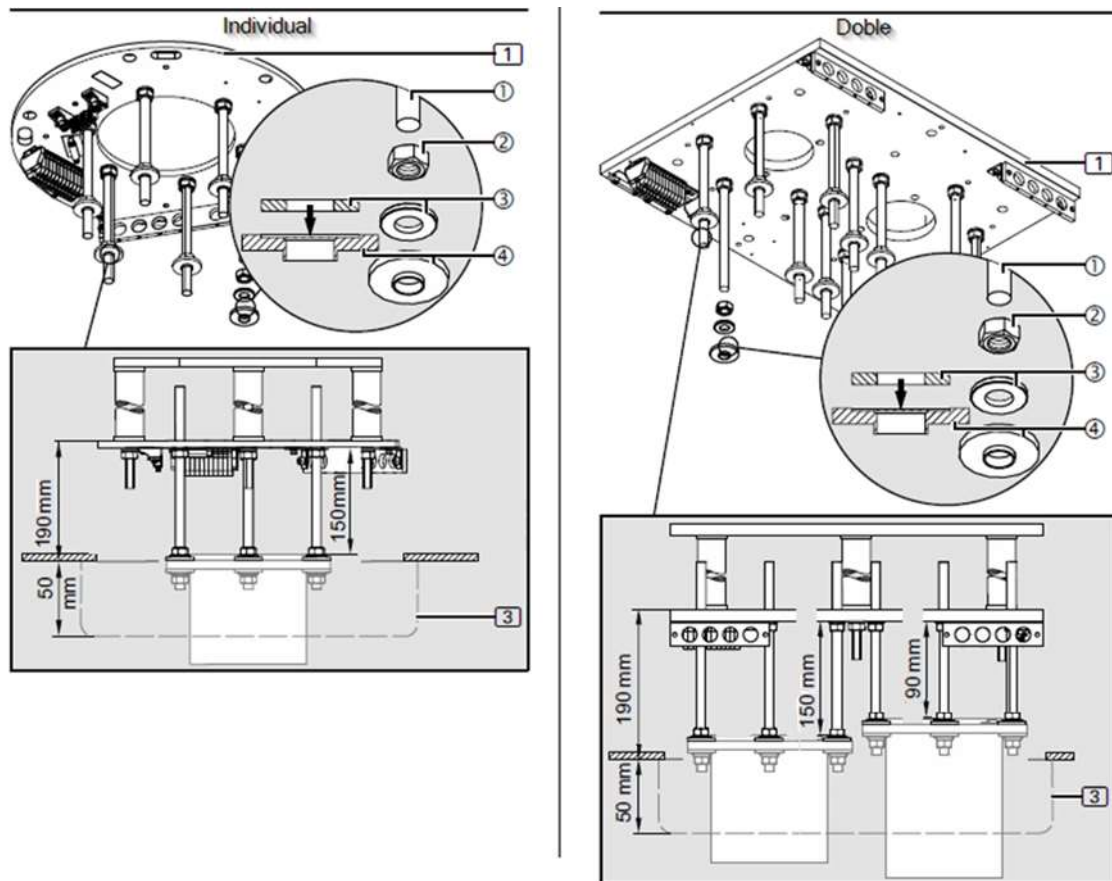

Fig. 12 Montage van de bovenste isolaties op de schroefbouten met vals plafond
- Draai 1 zeskantmoer M16 ② op elk van de schroefbouts 6/12 M16 x 315 mm ③ en plaats vervolgens 1 veerring ① op elk.
- Alle M16 x 315 mm draadbouts ③ moeten volledig in de interfaceplaat 1 worden geschroefd.
De schroefbouts M16 x 315 mm ③ moeten 220 mm uit de interfaceplaat (1) steken in de enkele versie en 160 mm in de dubbele versie, zoals aangegeven in afbeelding 12.
- Controleer of de ingekorte schroefbouts M16 ③ op de juiste afstand van elkaar zijn bevestigd en volledig in de interfaceplaat (1) zijn geschroefd.